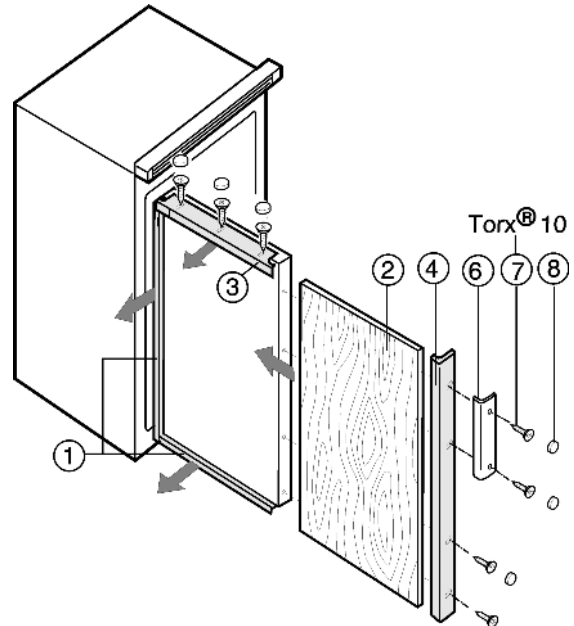

Fig. 11
- Decorlijst *Fig. 11 (4)* aan de kant van de greep afschroeven.
- Aan alle andere decorlijsten *Fig. 11 (1, 3)* de schroeven alleen losdraaien en de decorlijsten naar voren schuiven.
- Decorplaat *Fig. 11 (2)* inschuiven.
- Decorlijsten *Fig. 11 (1, 3)* terugschuiven en vastschroeven.
- Decorlijst *Fig. 11 (4)* met greep *Fig. 11 (6)* en schroeven *Fig. 11 (7)* vastdraaien.
- Op alle schroefkoppen de afdekkapjes *Fig. 11 (8)* vastklikken.